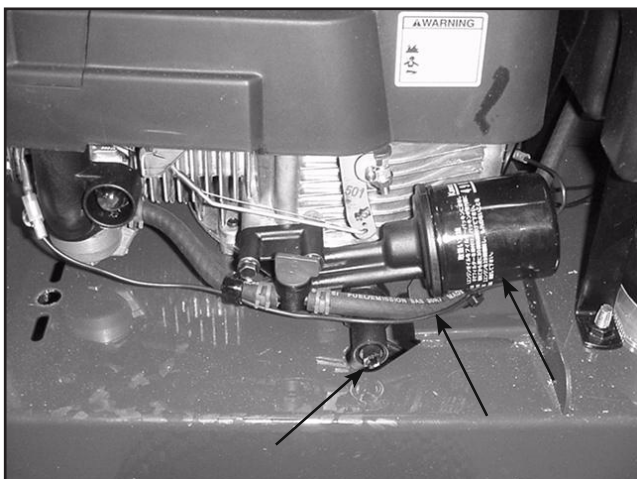

図39
4. ドレン・プラグの下に適当な容器を置く（図39）。
オイル・フィルタ（図39）は100 運転時間ごとまたは1年のうち早く到達した方の時期に交換を行ってください。
4. キャブレター部についているチューブ・クランプをゆるめて燃料ライン（図39）を外す。